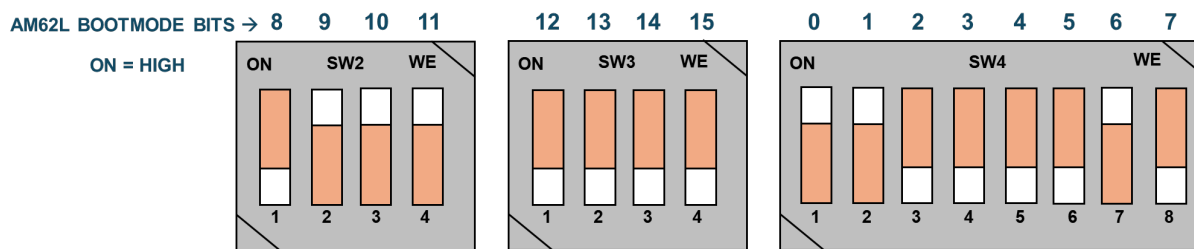

图 2-10. 完整引脚数引导模式示例 (SD 卡引导)
1. 将 EVM 引导开关选择器 ( SW4、SW3 和 SW2 ) 置于所选的引导模式。图 2-10 显示了 SD 卡的完整引脚数引导模式示例。